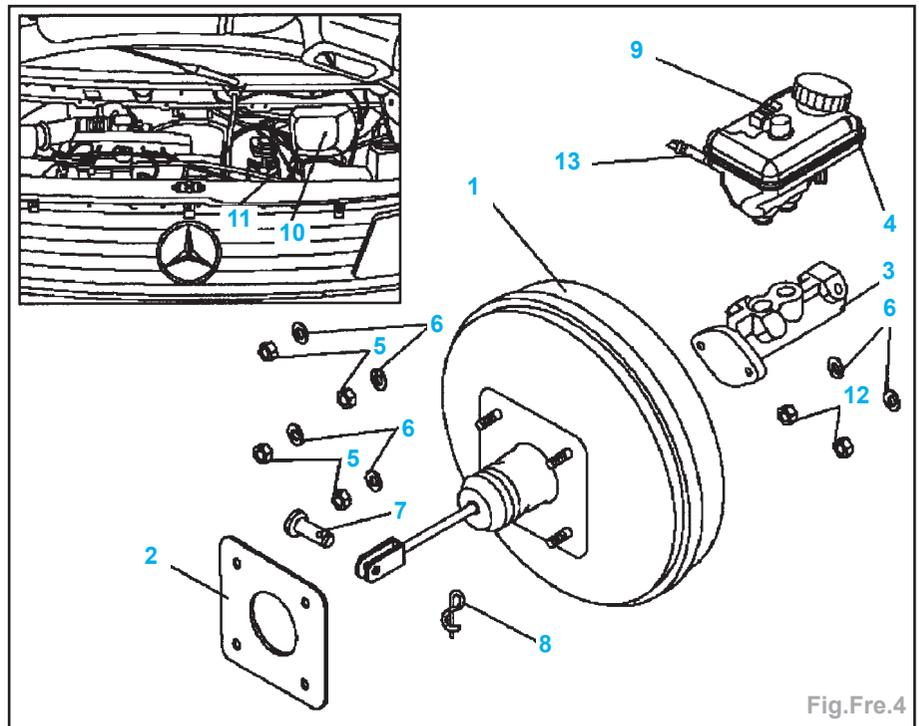

Fig.Fre.4
- Aspirer le liquide de frein du réservoir (4) (Fig.Fre.4).
- Débrancher du réservoir le tuyau (13).
- Dévisser les conduites de frein du maître-cylindre (3).
- l'entrée d'air (10) (Fig.Fre.4),
- le maître-cylindre (3),
- la tuyauterie de dépression du servofrein (11),
- le pivot (7) qui relie le servofrein (1) à la pédale de frein,
- les 4 écrous (5) qui fixent le servofrein au support de pédales.
- Extraire le servofrein (1).
- En installant le servofrein, faire attention de ne pas bloquer derrière lui, le connecteur électrique d'indication de niveau (9).